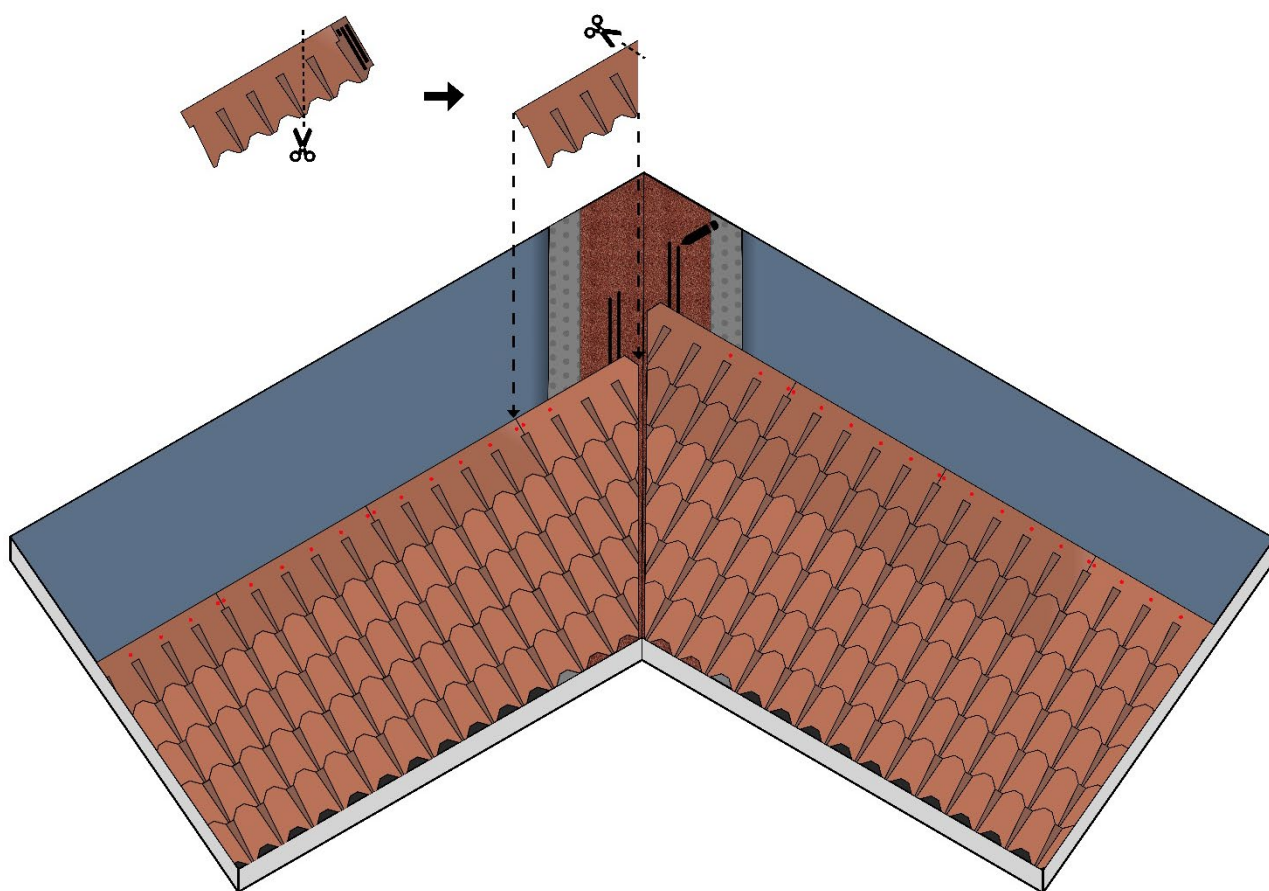

Fig. 16 - Posa Master Coppo sul compluvio con membrana granigliata
- Per quanto riguarda i compluvi, la prima opzione è di realizzare gli stessi con un doppio strato di membrana bituminosa. In questo caso, posare sul compluvio una fascia di membrana bituminosa (tipo Safety EPP) di almeno 3mm di spessore e sopra, una membrana bituminosa con superficie granigliata (tipo Safety EAP), di almeno 4mm di spessore. La Safety EPP dovrà avere una larghezza di circa 100cm, per assicurare l'impermeabilizzazione del compluvio, mentre la membrana granigliata potrà avere larghezza inferiore (ma almeno 60 cm). Posare quindi lo Start Line SA e le tegole della prima falda, fino alla linea di compluvio, tagliandole a 3 cm e parallelamente alla linea di compluvio. Fissare le tegole e la Start Line SA con dei chiodi di lunghezza almeno 30mm, fino a circa 40 cm dalla linea di compluvio e con del Bitustick, posato in due righe parallele, a distanze inferiori di 40 cm dalla linea di compluvio - Fig. 16. È consigliabile inoltre tagliare trasversalmente lo spigolo superiore della tegola al compluvio, in modo da convogliare l'acqua discendente lungo l'asse del compluvio - Fig. 16. Ripetere la stessa procedura anche per la seconda falda. Alla fine, dovrà risultare un canale tra le tegole sulla linea di compluvio, dove l'acqua scorrerà in via preferenziale - Fig. 16